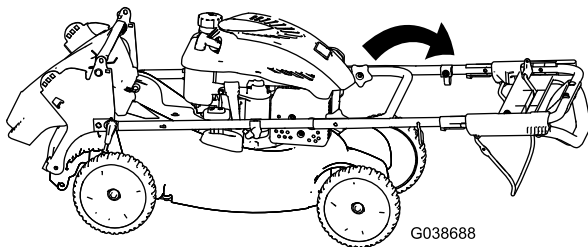

Figura 22
3. Gire el manillar entero hacia adelante (Figura 22).